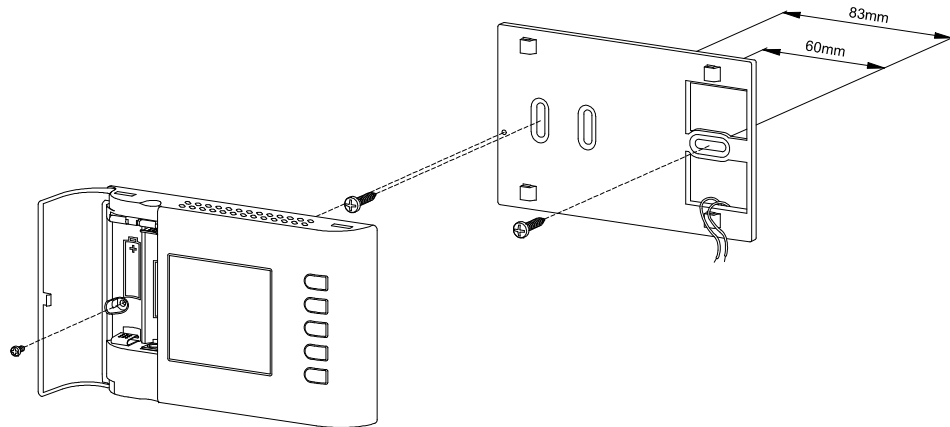
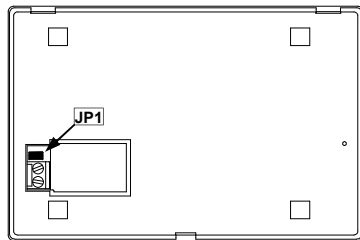
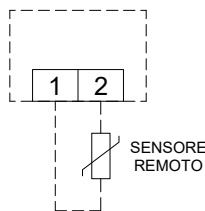

Fig. 2
Fig. 4
Fig. 5
4. Eseguire il collegamento elettrico dell'eventuale sonda remota, facendo passare i fili tramite l'apertura rettangolare della piastra a muro (Fig. 2), seguendo lo schema di collegamento di Fig. 5. Leggere il paragrafo 'CONFIGURAZIONE INSTALLATORE' per l'eventuale rimozione del ponticello JP1 (Fig. 4).